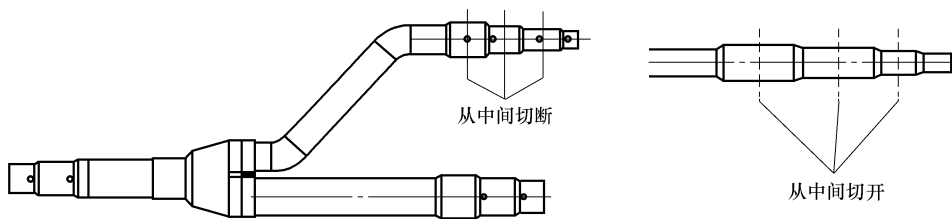

图 3-62 Y 型分歧管切割示意图
1) 配管时选择合适管径的管段,用切管器在合适管径管段的中部切开,并去除毛刺,如图 3-62 所示。